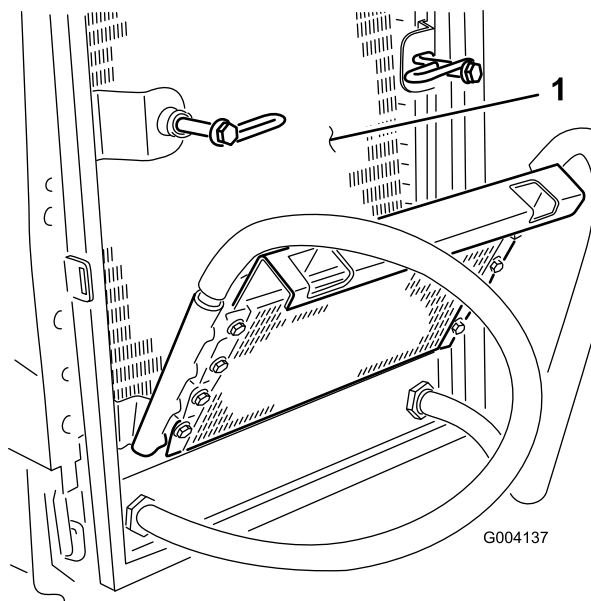

Figura 68
6. Limpe os dois lados do dispositivo de arrefecimento de óleo e o radiador (Figura 68) com ar comprimido.